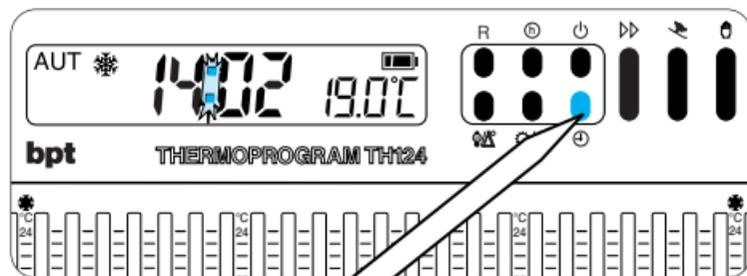

Fig. 19
5.5 - Premere il pulsante ⊕ per terminare la procedura dell'impostazione (fig. 19).